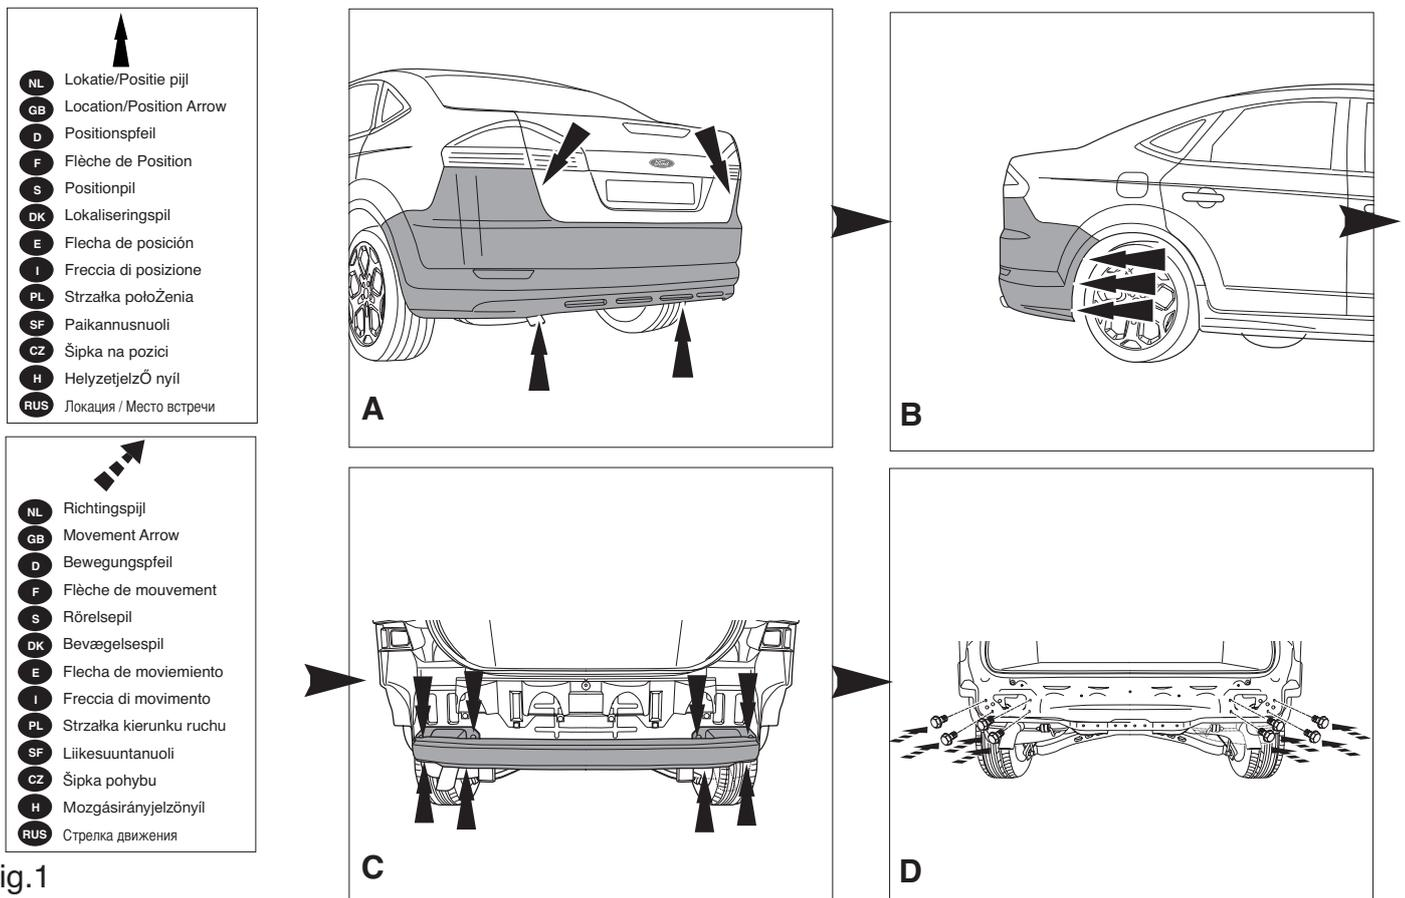

Fig.1
1. Die Stöbalken einschließlich des stählernen Stöbalkens vom Fahrzeug abmontieren. Der Stöbalken wird nicht mehr benötigt. Die Schrauben wieder anbringen. Siehe Abbildung 1.
1. Déposer le pare-chocs du véhicule y compris la traverse en acier ; la traverse ne sera plus utilisée. Remettre les boulons de fixations en place. Voir la figure 1.
1. Demonter kofangeren, inklusive køretøjets stålstødbjelke. Denne bliver overflødig. Sæt bolte på plads igen. Se fig. 1.
1. Zdemontować z pojazdu zderzak wraz ze stalową belką zderzakową, belka zderzakowa nie będzie ponownie używana. Zderzak ponownie sruby. Patrz rysunek 1.